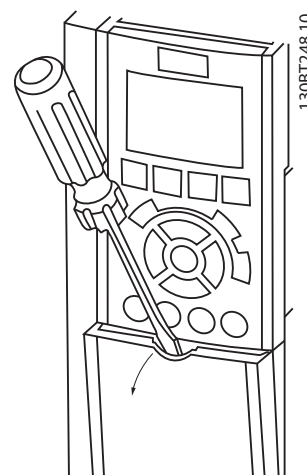

Рисунок 4.19 Доступ к подключению элементов управления в корпусах A2, A3, B3, B4, C3 и C4
- Снимите крышку с помощью отвертки. См. Рисунок 4.19.